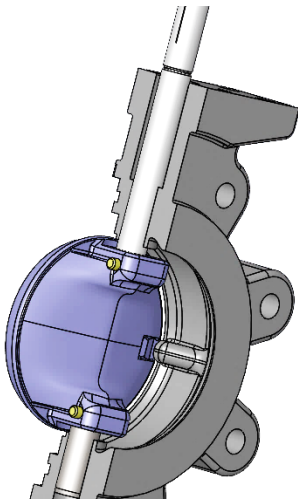

Figure 9 : Engagement du disque et des broches
- Tournez les méplats de l'arbre de façon à permettre aux goupilles coniques de glisser à travers les trous des goupilles de disque et d'engager l'arbre comme indiqué sur la Figure 9. Insérez de nouvelles goupilles coniques de façon à les orienter vers la butée de fin de course dans le corps. Enfoncez-les fermement en place avec un marteau. Martelez la surface du disque à au moins 5 endroits à moins de 0,06 pouce (1,5 mm) du diamètre extérieur de la goupille conique. En cas de soudage, effectuez une soudure par points entre la goupille conique et le disque à deux endroits opposés.